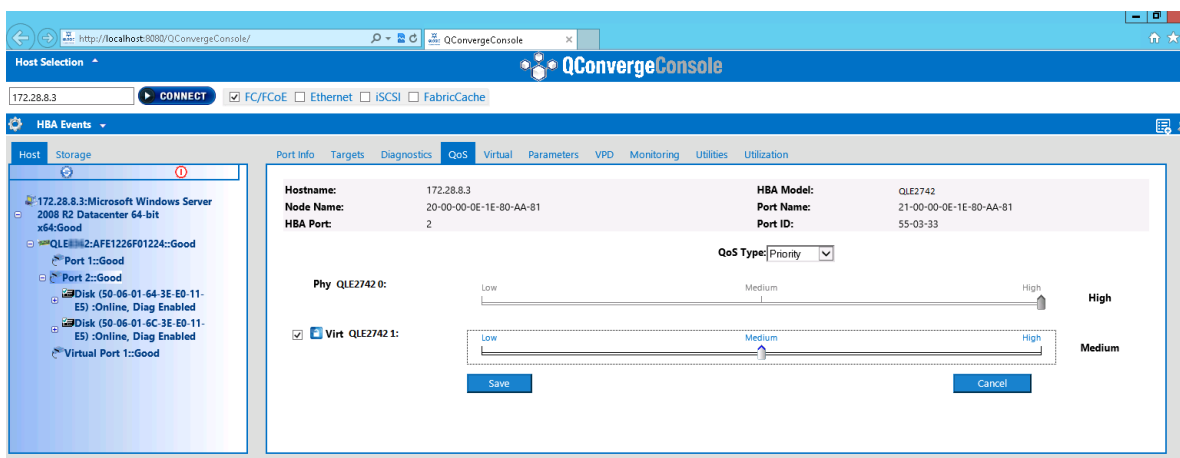

Ilustración 3-38. Cambio de prioridad de vPort mediante la QConvergeConsole GUI
9. Haga clic en **Save** (Guardar). La Ilustración 3-38 muestra un ejemplo.